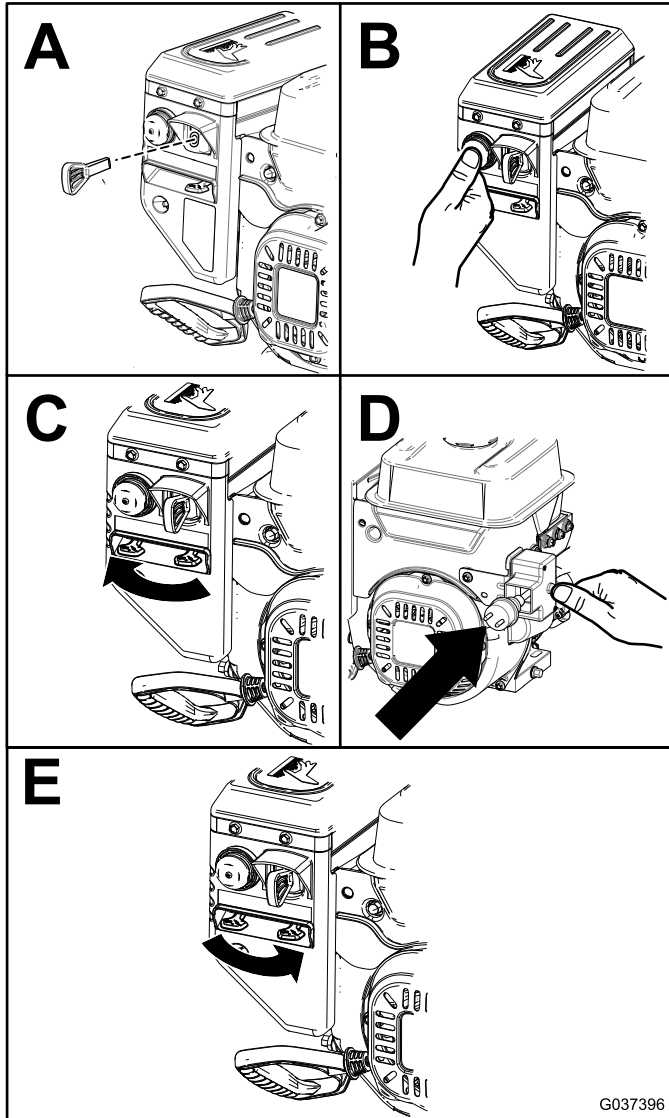

Figura 13
**Nota:** Ceba el motor (Figura 13, B) según lo indicado en la Tabla de cebado.